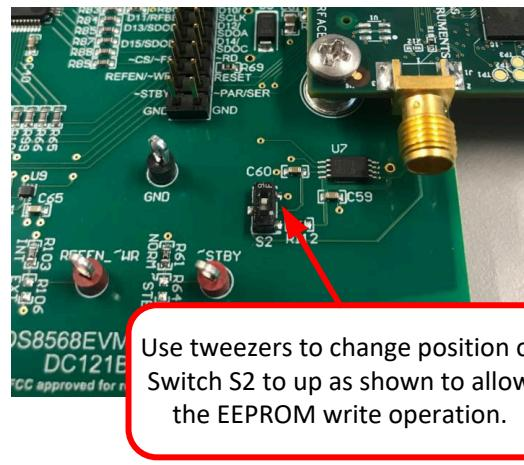

图 7-1. 启用 EEPROM 进行写入
2. 启用 EEPROM 进行写入。此过程通过使用镊子将开关 S2 切换到顶部位置来完成。相关详细信息，请参阅 图 7-1。